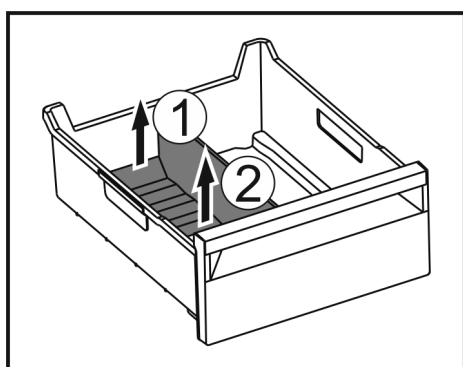

Fig. 153
- ▶ Zvedněte zadní část přepážky přihrádky na led. Fig. 153 (1)
- ▶ Přepážku přihrádky na led vyjměte nahoru. Fig. 153 (2)